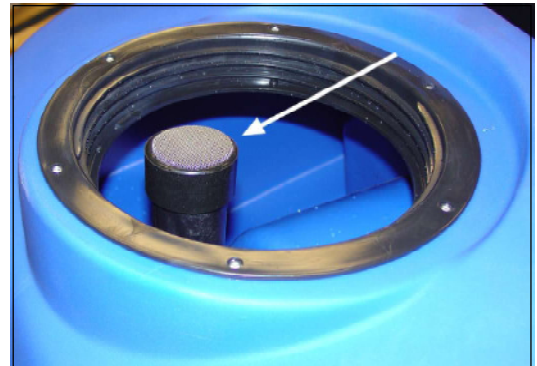

Abbildung 30
3. Vergewissern Sie sich, dass der Siebfilter (1) zum Saugmotor sauber und richtig im Aufnahmetank installiert ist (siehe Abbildung 30).